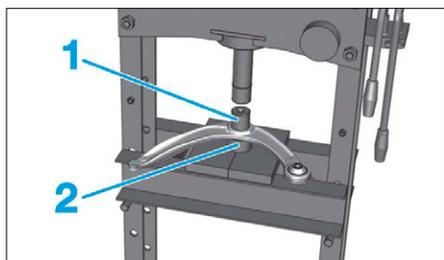

FIG. 23
- Positionner le bras inférieur sur une presse munie d'une cloche d'appui (1) et d'un tampon de montage (2) adaptés (Fig.23).